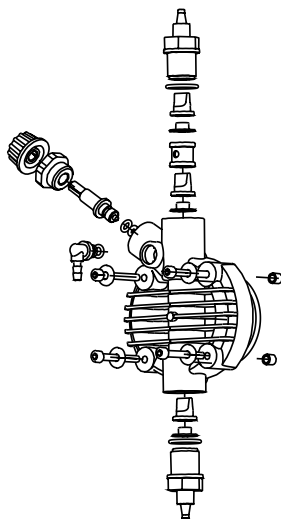

Fig. 10
3. Eliminare dal corpo pompa tutto il liquido presente, smontando e rimontando il corpo pompa utilizzando le quattro viti di fissaggio (Fig. 10).
2. Controllare almeno ogni 6 mesi il funzionamento della pompa, la tenuta delle viti e delle guarnizioni, per liquidi particolarmente aggressivi effettuare controlli anche più frequenti, controllare in particolare la concentrazione dell'additivo nell'impianto; una riduzione di tale concentrazione potrebbe essere determinata dalla usura delle valvole (che in tal caso vanno sostituite facendo attenzione nel rimontarle come in Fig. 10) o dall'intasamento del filtro che va pulito come al successivo punto 3.
Per effettuare questa operazione, se l'apparecchiatura non è fissata all'impianto si può farla pulsare per pochi secondi (15-30) tenendola capovolta e senza tubetti collegati ai raccordi, se ciò è impossibile smontare e rimontare il corpo pompa (Fig. 10), utilizzando le quattro viti di fissaggio.
Data la robustezza del sistema, guasti meccanici veri e propri non se ne verificano. Talvolta possono verificarsi perdite di liquido da qualche raccordo o ghiera fissatubo allentati, o più semplicemente dalla rottura del tubetto di mandata. Raramente eventuali perdite potrebbero essere determinate dalla rottura della membrana o dall'usura della guarnizione di tenuta della membrana stessa. Questi componenti in tal caso vanno sostituiti smontando le quattro viti del corpo pompa (Fig. 10), rimontando tali viti, serrarle in modo uniforme. Una volta eliminata la perdita, occorre pulire la pompa dosatrice da eventuali residui di additivo che ristagnando potrebbero aggredire chimicamente la cassa della pompa.
❶ - LA POMPA DOSATRICE DA IMPULSI MA NON IMMETTE ADDITIVO NELL'IMPIANTO
- a. Smontare le valvole di aspirazione e mandata, pulirle e rimontarle nella stessa posizione (Fig. 10). Nel caso in cui si riscontrasse un rigonfiamento di dette valvole, verificare sull'apposita tabella la compatibilità dell'additivo con il tipo di valvola montata sulla pompa (valvola standard in Viton; su richiesta valvole a sfera).